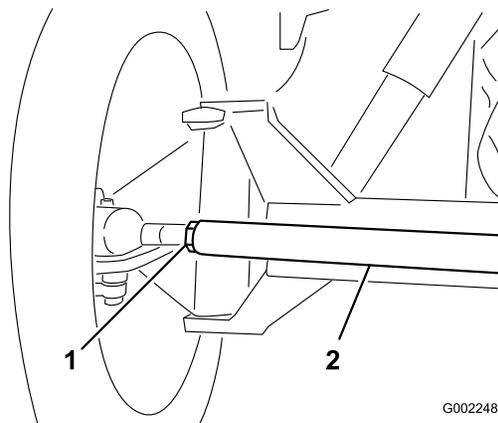

图53
3. 如果测量值超出规定的范围、请松开横拉杆两端的锁紧螺母（图53）。